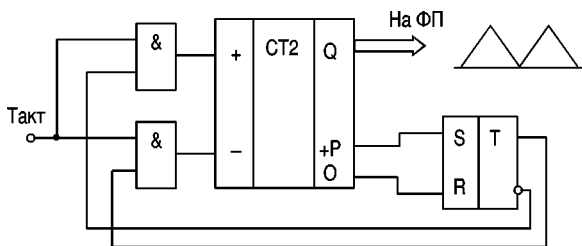

рис. 84
(например, синусоидального) требуется, чтобы выходной код счетчика СЧ нарастал до максимального значения, а затем уменьшался до нуля, снова нарастал и т.д. Для этого можно использовать схему, приведенную на рис.84. Предположим, что открыт верхний по схеме элемент И, тактовые импульсы поступают на суммирующий (+) вход счетчика. Выходной код счетчика нарастает до максимального значения. В этот момент на выходе переполнения (+P) появляется импульс, который по входу S запускает триггер. На прямом выходе триггера появляется потенциал лог."1", которым открывается нижний по схеме элемент И. Теперь тактовые импульсы поступают на вычитающий (-) вход счетчика, и выходной код счетчика уменьшается. Когда он становится равным нулю, на нулевом выходе счетчика (0) появляется импульс, который по входу R сбрасывает триггер. На инверсном выходе триггера появляется потенциал лог."1", которым открывается верхний по схеме элемент И, снова тактовые импульсы поступают на суммирующий вход счетчика и т.д. Выходы переполнения и нуля имеют во многих микросхемах счетчиков, в частности, в К555ИЕ7. Если таких выходов нет, необходимо устанавливать дешифраторы.